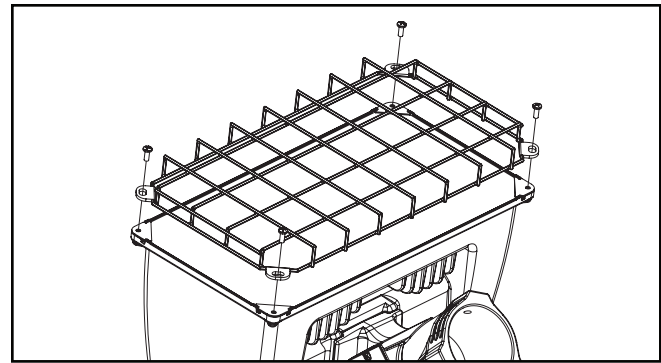

Figure 5.
Protecteur de fil métallique (Figure 5).
1. Desserrez et retirez les quatre (4) vis à tête cruciformes 10-24 situées sur la face du luminaire et conservez-les.
2. Alignez le protecteur de fil métallique situé sur les pinces de lentille et correspondant aux quatre (4) trous existants. Voir figure 5.
3. Resserrez les quatre (4) vis à tête cruciforme 10-24 de l'étape 1 sur la face du luminaire.